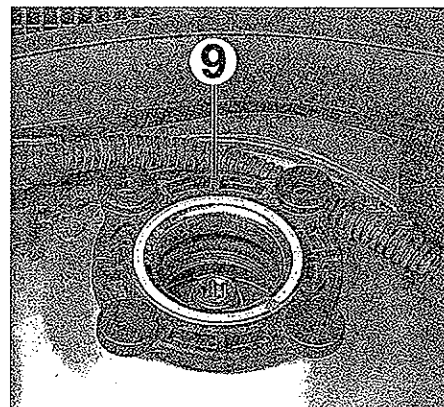

FIG. 3
- Desmontar el anillo de seguridad (9) de retención superior del amortiguador sujetando el elemento de suspensión (fig. 3).